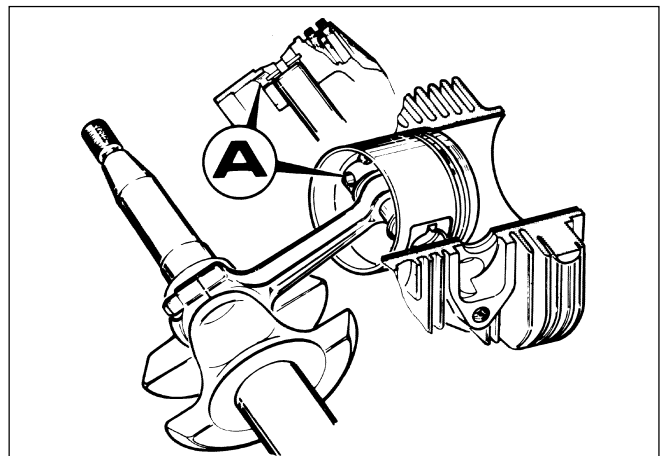

Fig. 9
**NOTA** - Le piston a un orifice de lubrification sur la portée inférieure de son axe (voir Fig. 9).